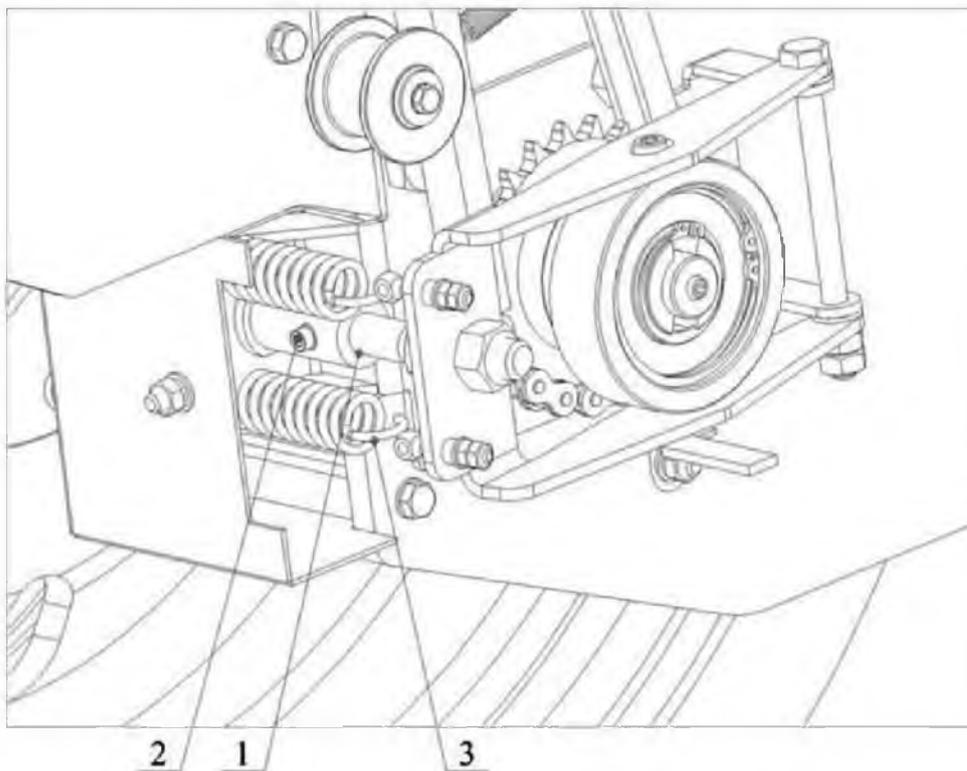

Рисунок 30.
- 8) Разгрузить пружины (3) механизмов разобщения (рис. 30, п. 7.3). Отвернуть штуцер (2) до начала выхода масла. После сжатия пружин (храповик должен войти в зацепление) завернуть штуцер.
- 2) При помощи гидравлики трактора поднять секции в транспортное положение. При этом шток гидроцилиндра (1) (рис. 30) выдвинется на 30 мм и разомкнёт механизм разобщения.
- 3) Отвернуть штуцер (2) до начала выхода воздуха. Как только начнёт выходить масло из-под штуцера (2) – завернуть его.